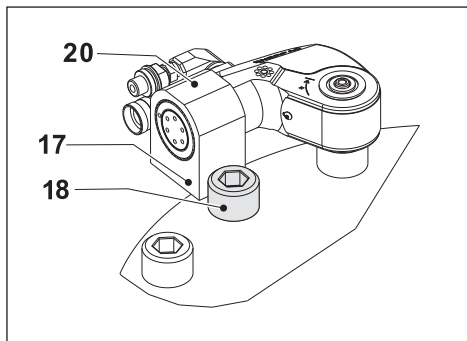
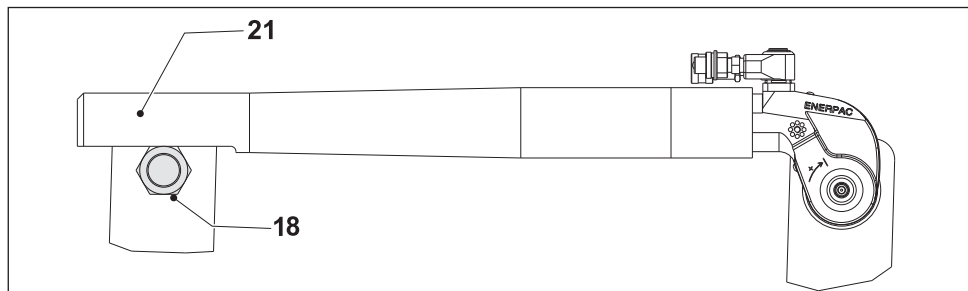

Рис. 11
Рис. 12
4.3.3 Использование короткой опорной рукоятки (рис. 11)
- Установите упор (17) короткой опорной рукоятки (20) серии SRA на подходящую опорную точку (18). Опорная точка будет уравнивать силу, возникающую при работе инструмента.
4.3.4 Использование удлинительной опорной трубы (рис. 12)
- Оболпите удлинительную опорную трубу серии RTE (21) о подходящую опорную точку (18). Опорная точка будет уравнивать силу, возникающую при работе инструмента.